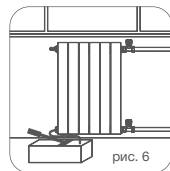

рис. 6
- 8.5. По завершению монтажных работ выполнить испытания систем отопления в соответствии с требованиями СП 73.13330.2016 «Внутренние санитарно-технические системы зданий». Гидростатическое испытание водных систем и приборов отопления должно проводиться под давлением, в 1,5 раза превышающем рабочее давление (пример рис. 6). По факту проведения испытаний составляется акт ввода системы и приборов в эксплуатацию в установленной форме.